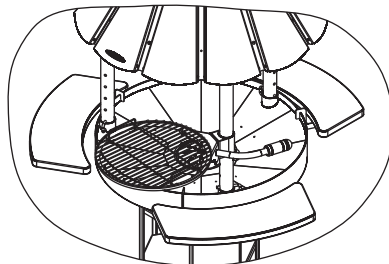

Рисунок 4
На любой из стоек предусмотрена возможность установки поворотного ухвата  $\varnothing 380\text{ мм}$  (7). Высота установки ухвата (7) регулируется с помощью отверстий в стойке (3) и стопорного штифта. По необходимости, Потребитель может установить решетку-гриль, входящую в комплект, на ухват (7) (см. рисунок 4).